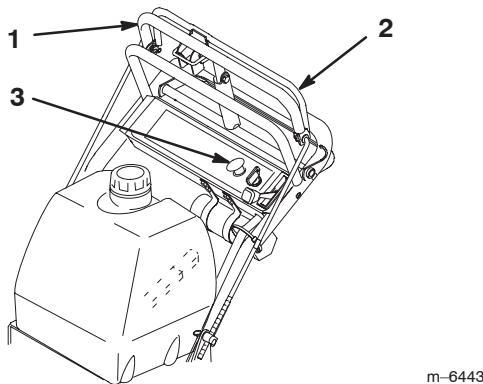

Figure 19
1. Relâchez la barre de commande supérieure pour arrêter la machine (Fig. 19).
2. Pour engager les lames, serrez la barre de commande des lames contre la barre de commande supérieure (Fig. 19).
1. Relâchez la barre de commande des lames pour débrayer les lames (Fig. 19).